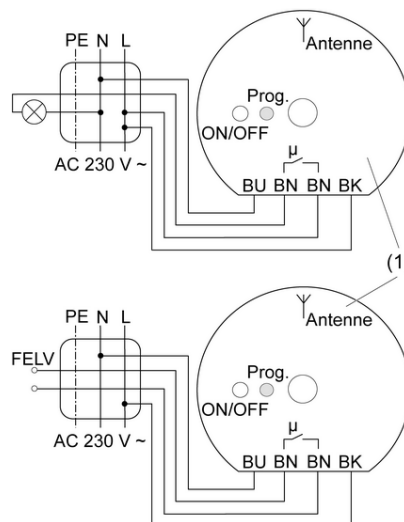

Bild 3
- Anslut bryt-/avkänningsaktorn (1) enligt kopplingschemat (bild 3) med lampklämmor (se Använda lampklämmor).